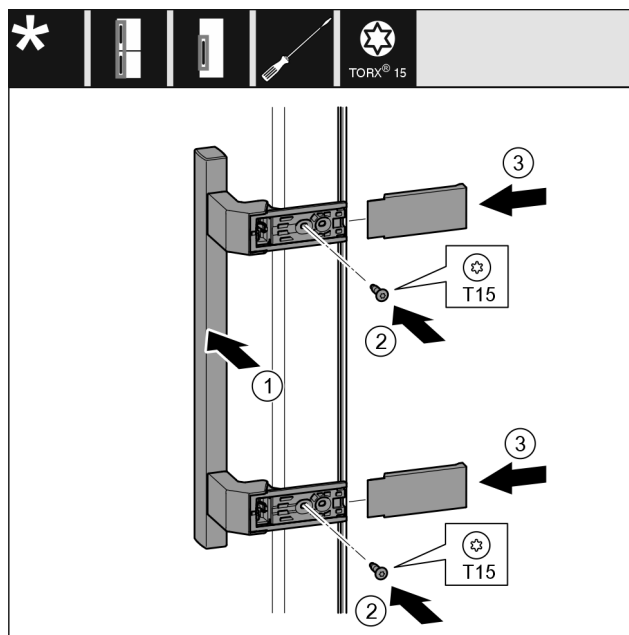

Fig. 24
- Placer la poignée Fig. 24 (1) du côté opposé.
- Serrer les vis Fig. 24 (2) avec un tournevis.
- Placer les caches Fig. 24 (3) sur le côté et les faire glisser.